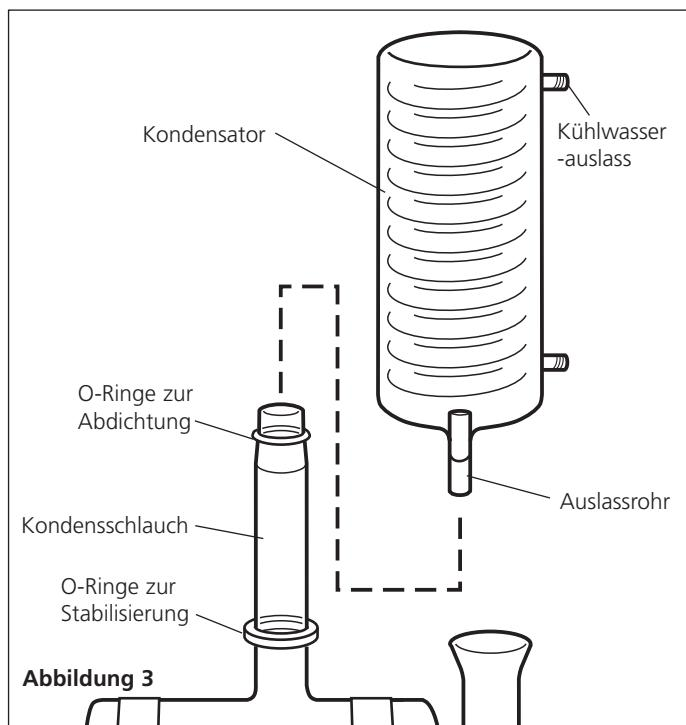

Abbildung 3
- Achten Sie darauf, dass die beiden O-Ringe zur Abdichtung und Stabilisierung entsprechend Abbildung 3 richtig eingesetzt sind. Montieren Sie nun den Kondensator WC48/M2, indem Sie ihn am Kondensschlauch des Boilers befestigen. Achten Sie darauf, dass der Destillataustrittschlauch des Kondensators nach vorne zeigt und dass die Kühlaustrittsflächen parallel zum Gerät verlaufen.